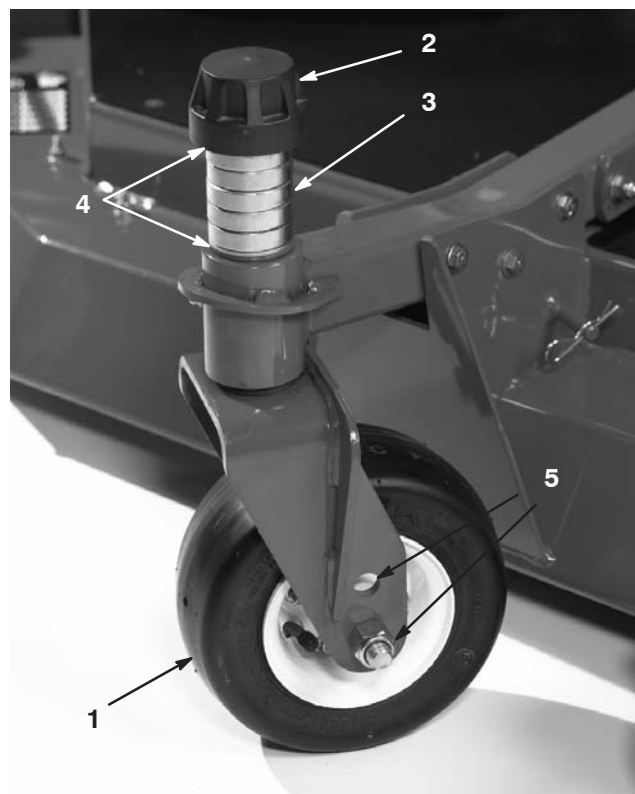

Figure 16
11. Ajoutez ou retirez des cales de 3 mm sur la ou les chapes des roues pivotantes pour que la hauteur de coupe corresponde à celle qui est indiquée sur l'autocollant (Fig. 16) (voir Réglage de l'inclinaison des lames).